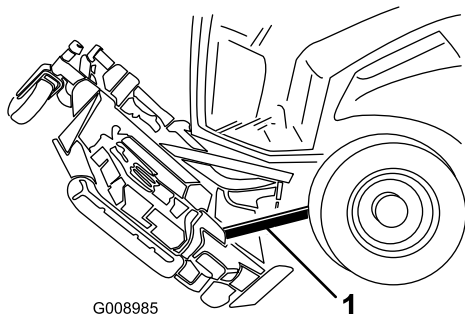

**Figura 103**
4. Togliete la coppia e il perno con testa che fissano le catene dell'altezza di taglio sul retro dell'apparato di taglio (Figura 103).